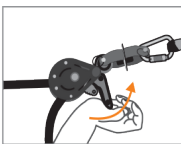

Fig. 5
Pour démonter la ligne de vie, tirer sur le levier de came (4) (**Fig. 5**). Décrocher l'ensemble et ré-emballer dans son sac d'origine. Ne pas laisser la ligne de vie installée après une intervention, elle doit être installée pour une journée d'intervention au maximum.